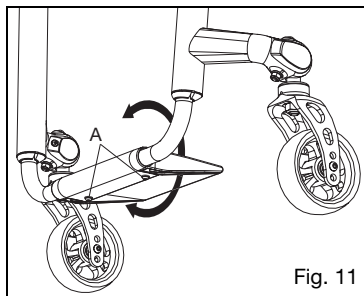

Fig. 11
1. Desaperte os dois parafusos (Fig. 11:A) no fundo do apoio dos pés com uma chave de Allen de 4 mm.